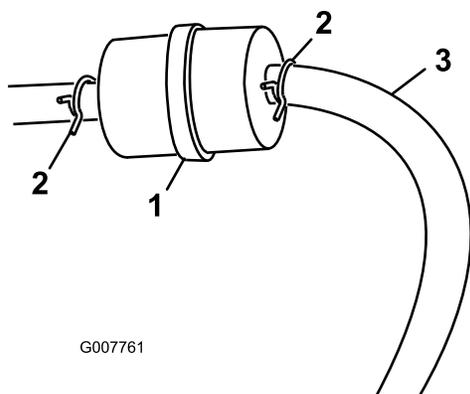

Figura 24
3. Premete le estremità delle fascette stringitubo ed allontanatele dal filtro (Figura 24).
5. Montate un nuovo filtro ed avvicinate le fascette stringitubo al filtro (Figura 24).
3. Allentate la fascetta stringitubo e spostatela in alto sul tubo del carburante, lontano dal filtro del carburante (Figura 24).
4. Scollegate il tubo del carburante dal filtro del carburante (Figura 24).
Nota: Lasciate spurgare la benzina in una tanica apposita o in una bacinella (Figura 24).
5. Collegate il tubo del carburante al filtro del carburante. Infilate la fascetta vicino al filtro del carburante, per fissare il tubo del carburante (Figura 24).